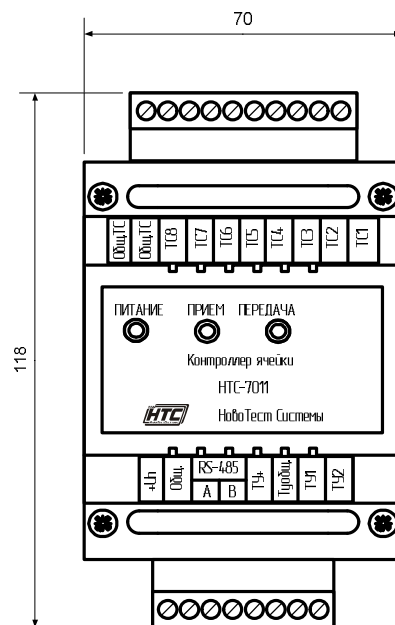

Рисунок 1. Внешний вид контроллера ячейки НТС-7011.
1.5.1. Внешний вид передней панели контроллера ячейки НТС-7011 приведен на рис. 1.